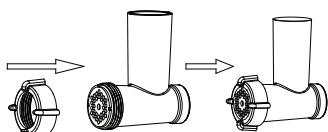

Рисунок 6
8. Установите гайку мясорубки (1) на измельчающий диск на корпусе мясорубки (см. рис. 6). Поверните по часовой стрелке, чтобы зафиксировать. Кольцевая гайка должна надежно удерживать измельчающий диск на месте. Но не перетягивайте.